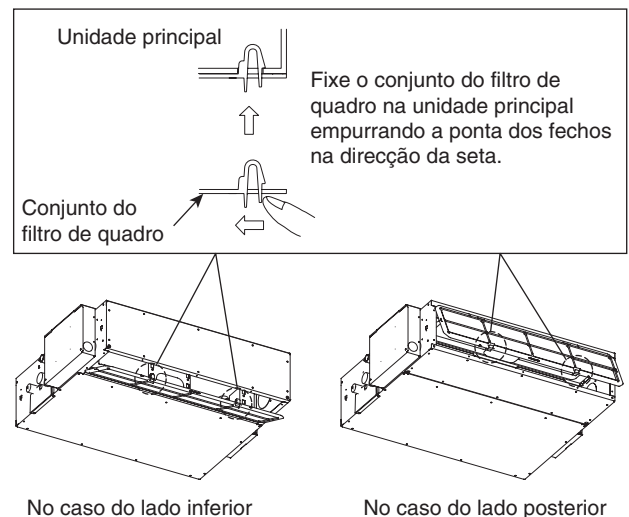

Fig. 3-6
- (3) Fixe o conjunto do filtro de quadro (fornecido) como mostrado no diagrama. (Fig. 3-6)